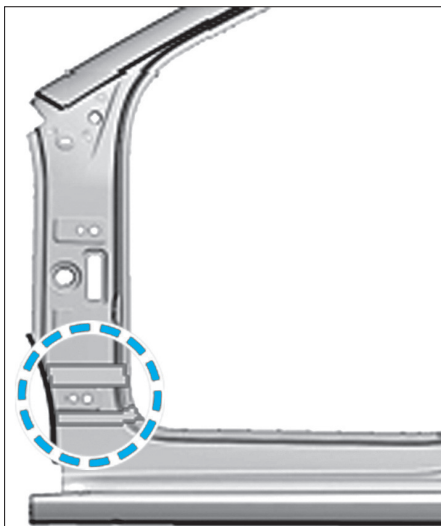

FIG. 28
- Apposer les pièces moulées en mousse (Fig.28).